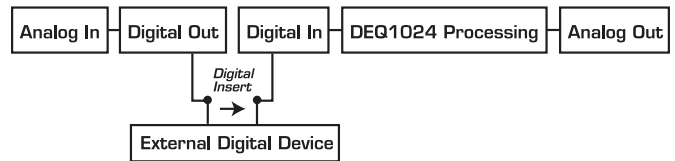

Bild 2.5: Signalflödet i PRE EQ-läget
- 11 Apparats allmänna driftsläge väljer du med en lång tryckning på CONFIGt: ANALOG (grön LED), DIGITAL (gul LED), PRE EQ (gul LED) eller POST EQ (gul LED). I lägena PRE EQ och POST EQ kan baksidans digitala anslutningar användas som digital infogningspunkt (Insert) för exempelvis en dynamikprocessor. Med PRE EQ-läget finns insert-punkten före eq:n och i POST EQ-läget däremot efter (se Bild. 2.5 och 2.6).